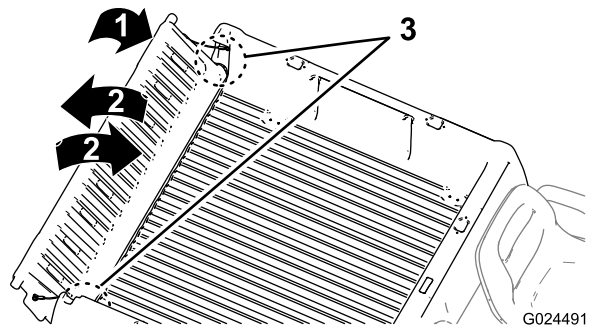

Figura 12
3. Com um movimento breve e oscilante, rode a porta traseira para trás e para a frente várias vezes (Figura 12).
2. Rode a porta traseira para a posição de aproximadamente 45° (Figura 12).